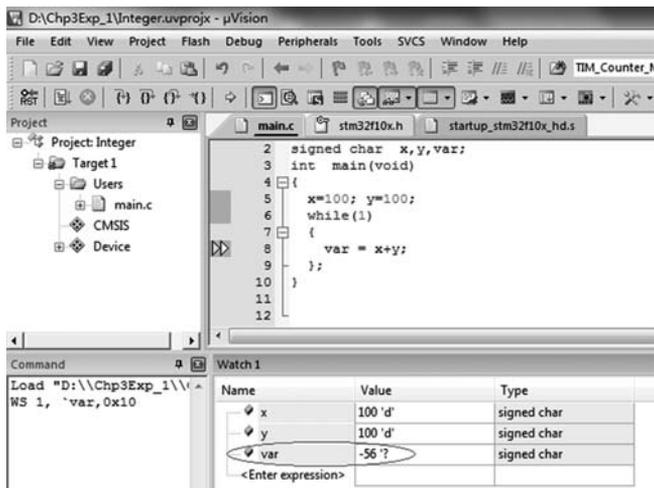

图 3.4 运算结果超出范围
**例 3.2：**运算结果超出变量的数据范围，会得到错误的运算结果，如图 3.4 所示。